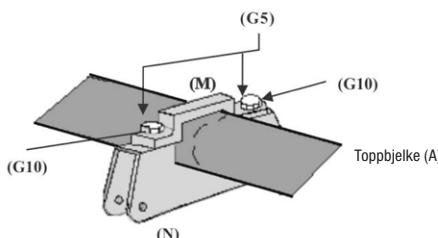

Fig 11
7. Fest det øvre og nedre festet (M og N) til dobbelthusken på toppbjelken (A) med 28 mm M8 6-kantbolt (G5), M8 skiver (G10) og M8 nylonmutter (G9). Se til at festet sitter ordentlig fast på toppbjelken. Se fig. 11 og 12.